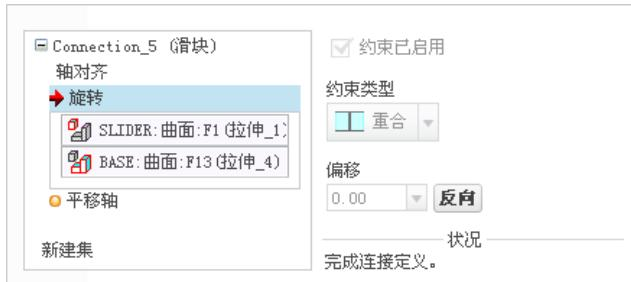

图 9.5.19 “放置”界面
(3) 定义“旋转”约束。分别选取图 9.5.17 所示的两个平面为“旋转”约束参考，此时 **放置** 界面如图 9.5.19 所示。